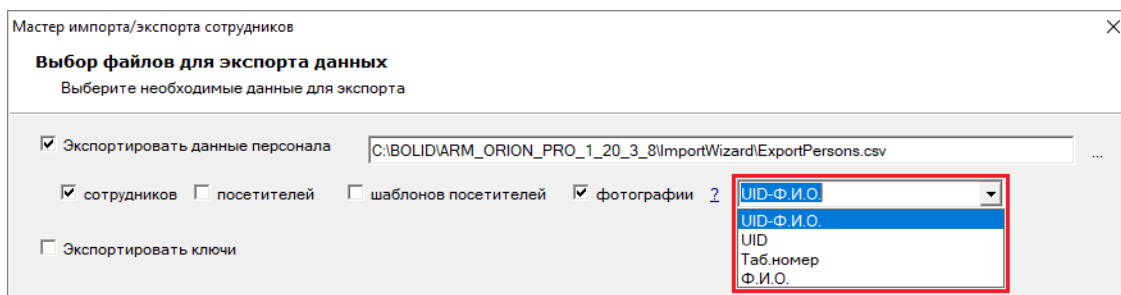

Рисунок 14-32 Выпадающий список вариантов формирования имен файлов экспортируемых фотографий
- 3) в появившемся выпадающем списке (см. Рисунок 14-32) выберите один из вариантов формирования имен файлов экспортируемых фотографий⁷⁴: